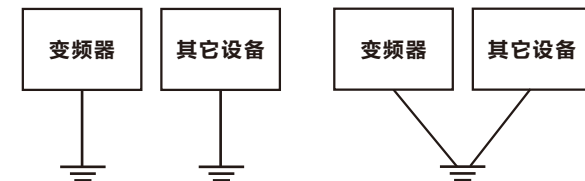

图2-4 变频器接地示意图
- (10) 接地端子必须按以下要求正确接地, 如图2-4所示: